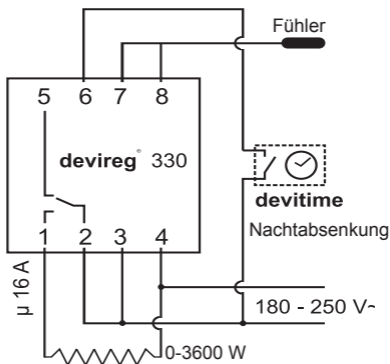

Fig. 2
2. Die Temperatur wird um 5°C abgesenkt, wenn die Klemmen 3 und 6 mit Hilfe eines externen Schalters kurzgeschlossen werden, siehe Abbildung 2.
8. Der Leitungsanschluß erfolgt gemäß Schaltdiagramm Fig. 2.